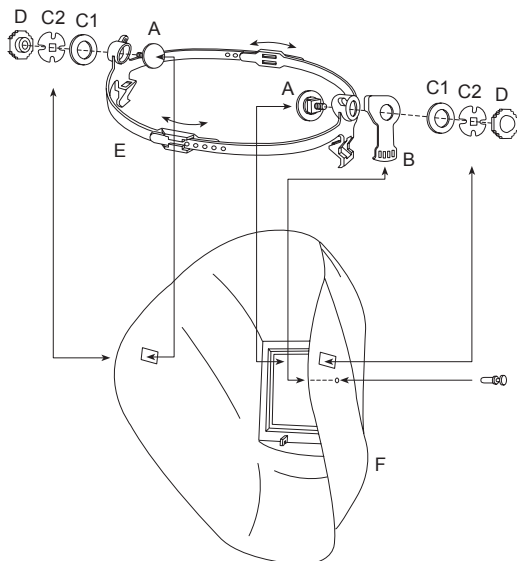

Figura 2
1. Introduceți șuruburile (A) prin deschiderile din Speedy Loop (E).
2. Introduceți Speedy Loop (E) în protecția măștii (F) ca în figura 2 și împingeți șuruburile (A) prin deschiderile rectangulare din protecția măștii.
3. Introduceți piesa de reglare a înclinării (B) pe latura dreaptă între Speedy loop (E) și protecția măștii (F). Asigurați-vă că introduceți un șplint în unul din cele patru orificii din piesa de reglare a înclinării. Selectați orificiul corect pentru confort maxim.
4. Strângeți piulițele (D) și șaibele (C1, C2) de pe șuruburi (A).